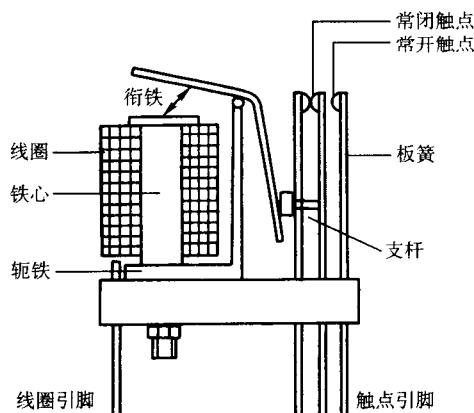

图 1-2 电磁继电器结构图
1) 电磁继电器组成：它由带铁心的线圈，一组或几组带触点的簧片组成，如图 1-2 所示。